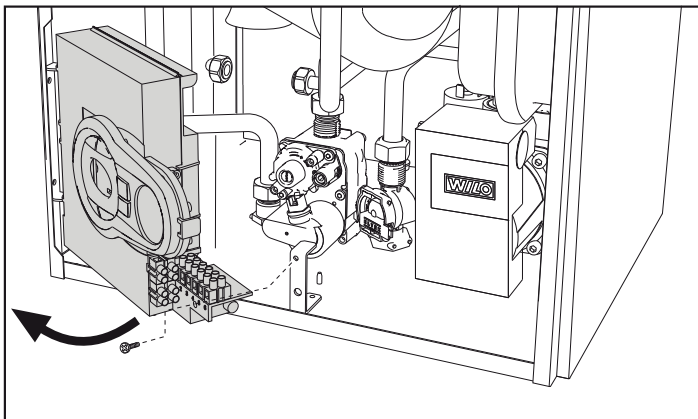

fig. 22
2. Defaceți șurubul și rotiți panoul de comandă (vezi fig. 22).